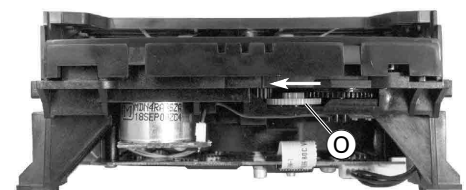

Fig. 8
- Zahnrad ① (Fig. 8) in Pfeilrichtung drehen bis Schublade sich bewegt, dann komplett herausziehen.
- Turn the toothed wheel ① (Fig. 8) in direction of the arrow until the tray moves then pull out the tray.